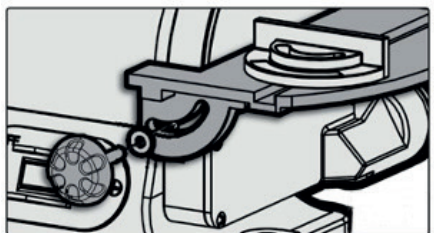

Рис. 8.
2. Совместите стопорные ручки с отверстиями по обе стороны шлифовального диска (рис. 8). Поверните по часовой стрелке, чтобы закрепить дисковый стол на месте.